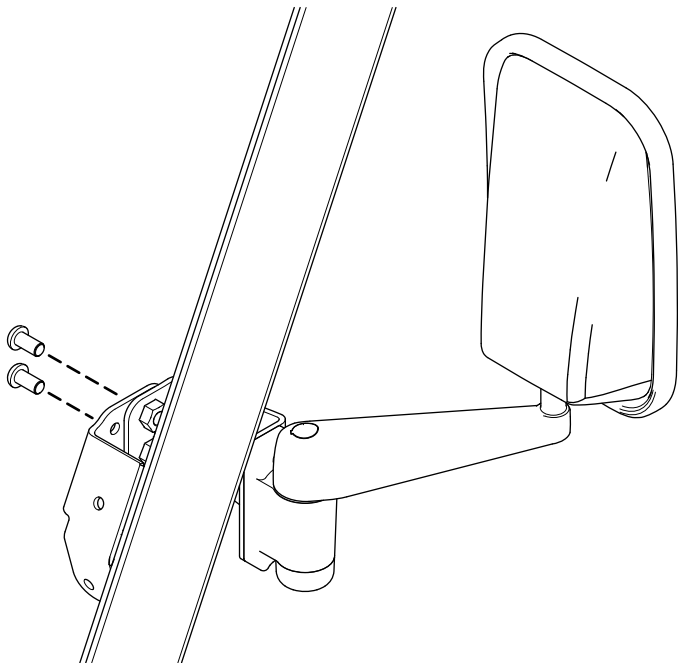

Figura 2
2. Prenda o conjunto do espelho ao suporte do ROPS utilizando dois parafusos de cabeça Torx (Figura 2).